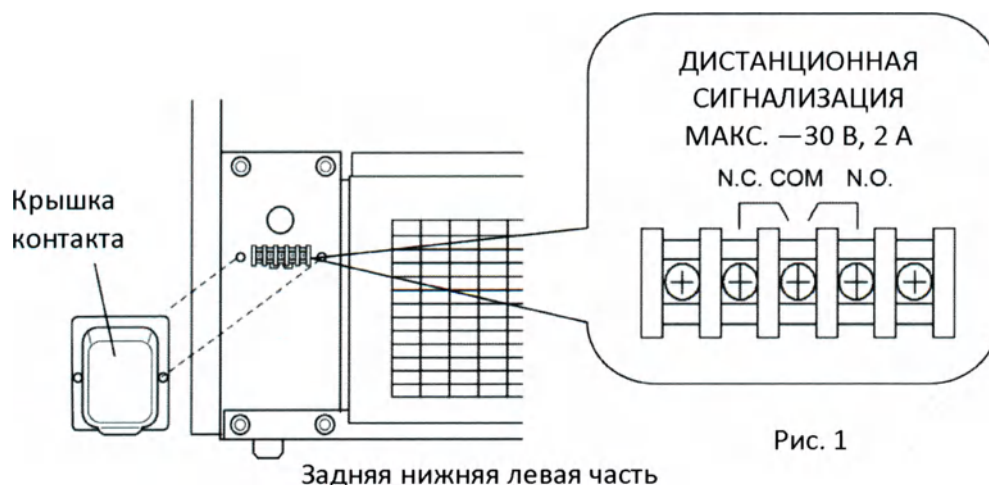

Рис. 1
1. Снимите крышку контакта в задней левой нижней части корпуса холодильника, открутив два винта (Рис. 1).
Для замены лампы выполните следующую процедуру. Лампа установлена вертикально на задней стороне средника (Рис. 1).
1. Как показано на Рис. 1, открутите два винта-барашка в нижней части холодильника и снимите крышку холодильника.
1. Как показано на Рис. 1, открутите два винта-барашка в нижней части крышки холодильника и снимите крышку холодильника.